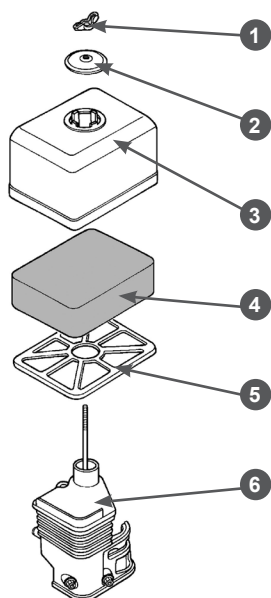

**Рис. 18 Обслуживание воздушного фильтра**
1. Открутите барашковую гайку 1, снимите шайбу 2 и крышку 3 воздушного фильтра в сборе с фильтрующим элементом 4 и сепаратором 5 (Рис. 18).
2. Извлеките из крышки 3 сепаратор 5 и фильтрующий элемент 4 (Рис. 18).
4. При незначительном загрязнении промойте поролоновый фильтрующий элемент 4 (Рис. 18) теплым мыльным раствором и просушите. Поврежденный или сильно загрязненный поролоновый фильтрующий элемент замените.
6. Произведите очистку крышки 3 воздушного фильтра, сепаратора 5 и основания 6 воздушного фильтра, не допуская попадания грязи и пыли в воздуховод, ведущий к карбюратору (Рис. 18).